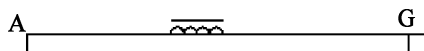
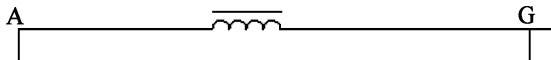

图 15-100 继续移动图形
图 15-101 修剪图形
2) 单击“默认”选项卡“修改”面板中的“移动”按钮,在正交绘图方式下,捕捉镇流器的端点 A3 点作为移动基点,继续向右移动图形到合适的位置,移动结果如图 15-100 所示。
3) 单击“默认”选项卡“修改”面板中的“修剪”按钮,对如图 15-100 所示的图形进行修剪,修剪结果如图 15-101 所示。